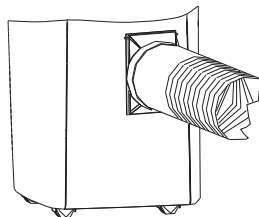

Fig. 10
11. Conclusão da montagem da conduta de ar de escape e dos respectivos acessórios conforme ilustrado na Fig. 10.